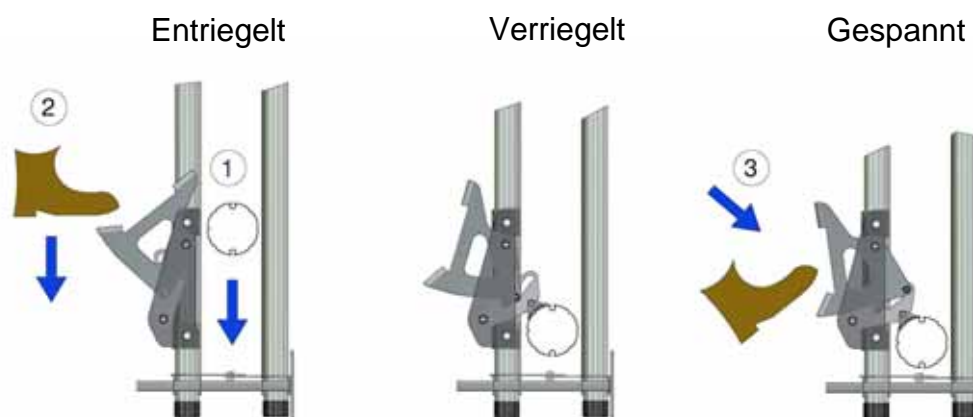

Abbildung 31: Verriegeln des Vorhangs
- 8.2 Im vollständig geschlossenen Zustand können die Sperrklinken manuell in der verriegelten Position eingerastet werden, damit das untere Rollrohr nicht angehoben werden kann. An windigen Tagen muss das untere Rollrohr nach unten gespannt werden, indem die Sperrklinke vollständig heruntergedrückt wird, siehe Abbildung 31.